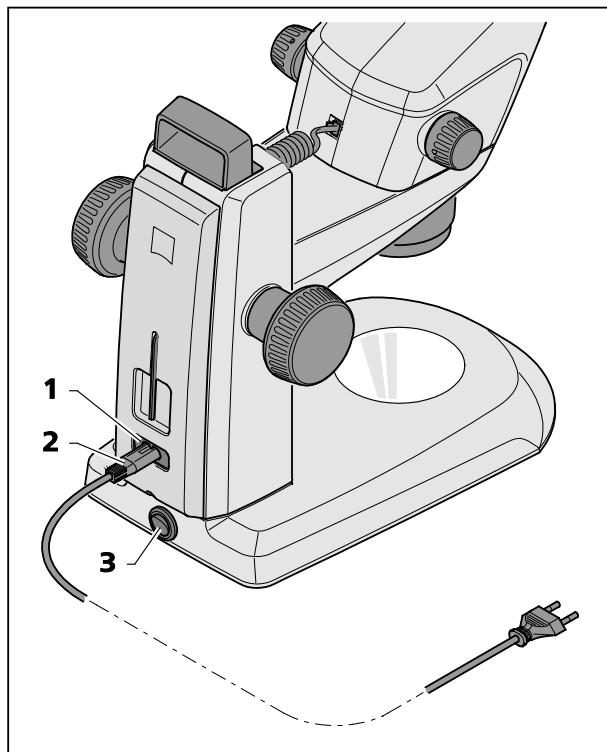

Fig. 17 Ligar o estereomicroscópio
- Inserir o cabo de ligação à rede (Fig. 17/**2**) na tomada de rede (Fig. 17/**1**) disposta no estetivo.
- Ligar o cabo de rede (Fig. 17/**2**) a uma tomada de corrente da rede.
- Conectar ou desconectar o estereomicroscópio mediante o interruptor de rede (Fig. 17/**3**).